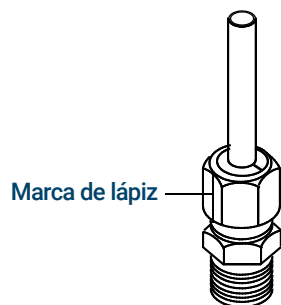

Figura 18. Marque la conexión
- Marque la tuerca con un lápiz. Consulte la sección **Figura 18**.